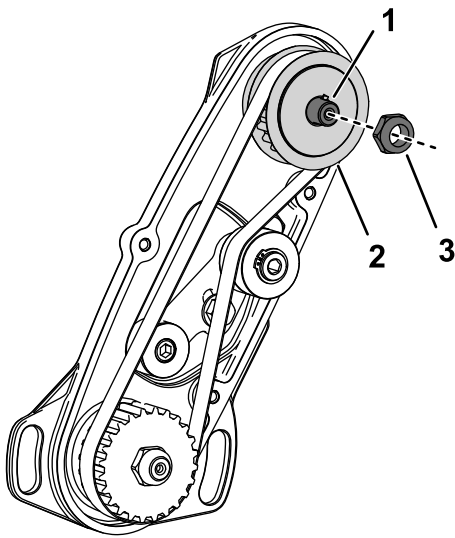

Bild 7
3. Halten Sie die Antriebsscheibe fest, damit sie sich nicht drehen kann und nehmen Sie die Mutter von der Spindelantriebswelle ab (Bild 7).